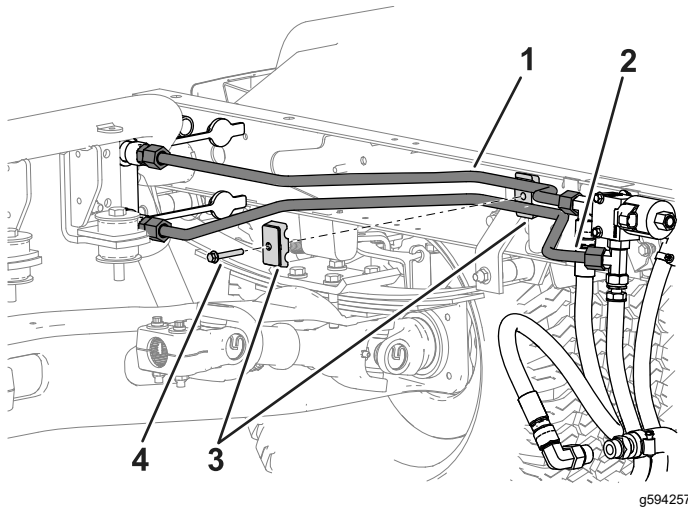

Bild 14
2. Befestigen Sie die Hydraulikleitung mit vier Bögen lose an der oberen Schnellkupplung und am unteren T-Anschlussstück am Ventil (Bild 14).
3. Befestigen Sie die Festleitungen mit einer Klemme und einer Schraube (5/16" x 1½"), wie in Bild 14 dargestellt.